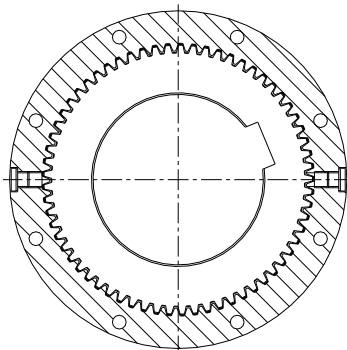

Fig. 9 : Bouchons filetés à l'horizontale
- Orienter l'accouplement de façon à avoir les bouchons filetés (composant 10) à l'horizontale (fig. 9).